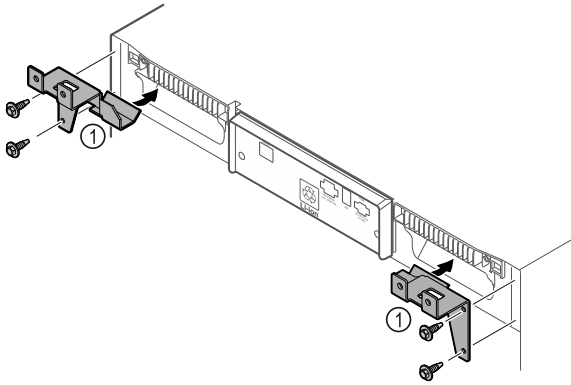

Fig. 10
- ▶ Змонтувати деталі кріплення Fig. 10 (1) за допомогою саморізів на пристрій.